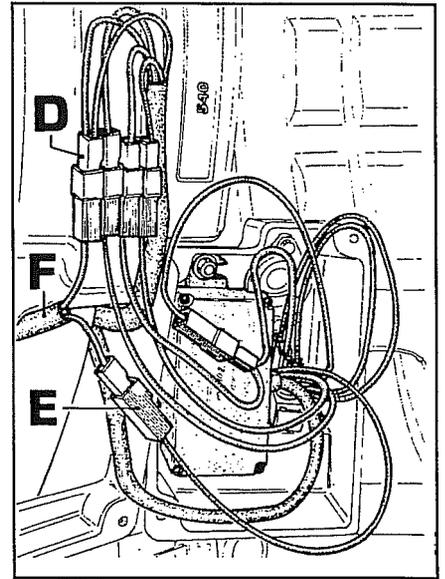

Fig. 41
5. Desconectar el cable doble con puntos negros **D** fig.41 del cable marrón/blanco **E** de la central, luego conectar el cableo **F** fig.41 con un cable al doble cable con puntos negros y el otro cable al cable central marrón/blanco.